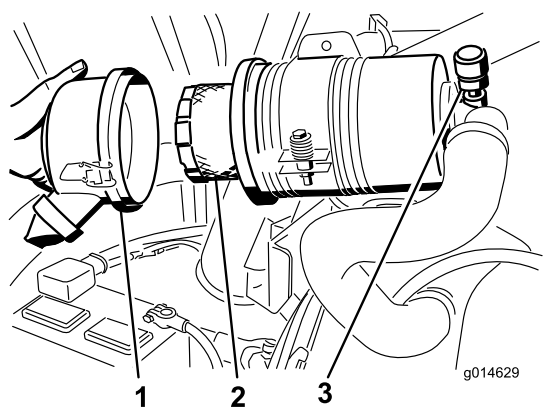

Figura 74
3. Retire y cambie el filtro (Figura 74).